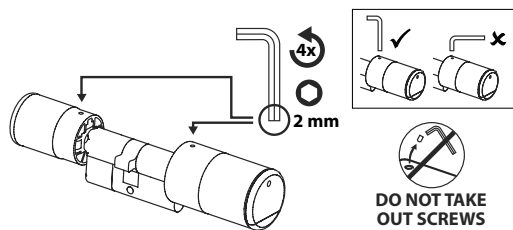

Fig. 2
- Les boutons intérieur et extérieur sont dévissés et fixés avec un goujon fileté intégré dans le bouton tournant. Retirez les deux goujons filetés des deux boutons à l'aide de la clé à six pans fournie (Fig. 2).